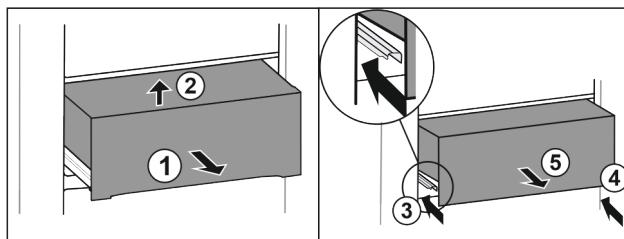

Fig. 22
- Вытяните выдвижной ящик наполовину Fig. 22 (1).
- Приподнимите спереди Fig. 22 (2).
- Вставьте левую направляющую Fig. 22 (3).
- Вставьте правую направляющую Fig. 22 (4).
- Извлеките выдвижной ящик движением вперед Fig. 22 (5).